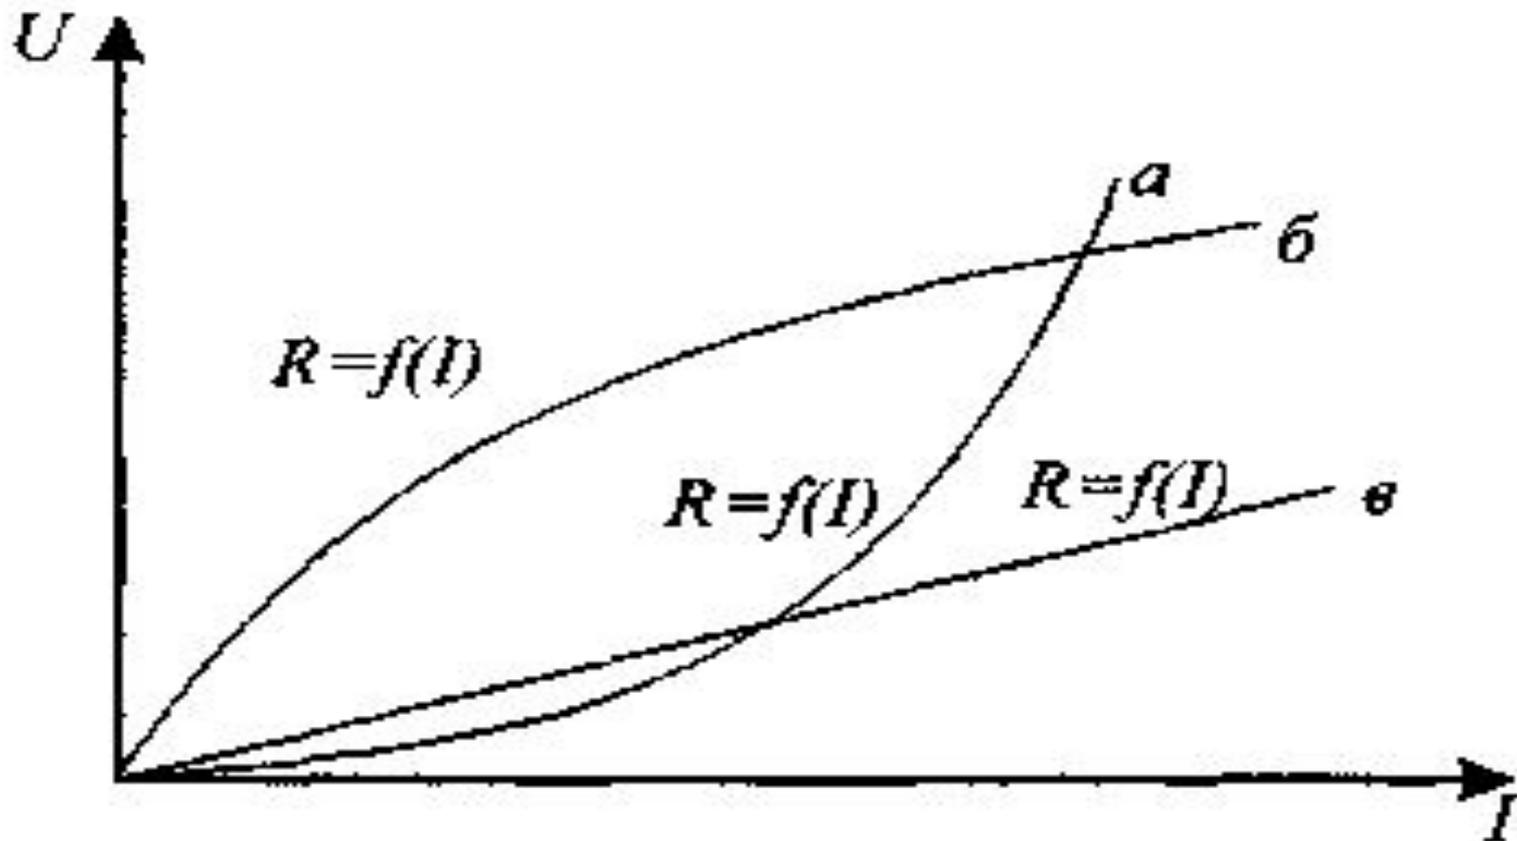

Рис. 1.1. Общий вид ВАХ металлического (а), полупроводникового (б), и константанового (в) резистивных элементов
- При протекании тока свободные электроны сталкиваются с атомами и еще более раскачивают их. Следовательно, температура проводника возрастает, отчего увеличивается и его сопротивление  $R$ . Таким образом, сопротивление  $R$  зависит от тока  $R = f(I)$  и ВАХ нелинейна (рис. 1.1).